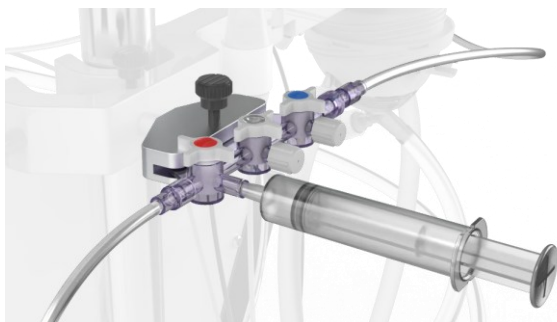

Figura 22 Eliminarea aerului din linia de eșantionare prin aspirație cu o seringă. Asigurați-vă că supapa roșie este în orientarea indicată.
- Plasați seringă pe portul roșu al supapei de eșantionare pentru a elimina aerul din linia de eșantionare. Deschideți supapa roșie de la orificiul de prelevare a probelor (Figura 22).